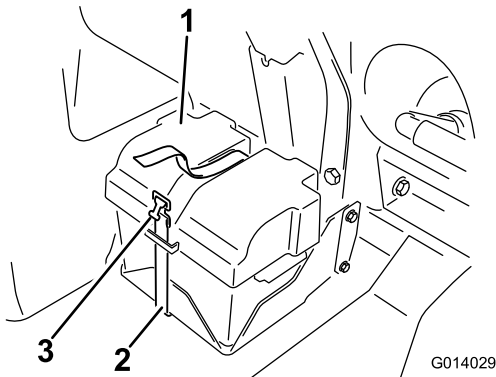
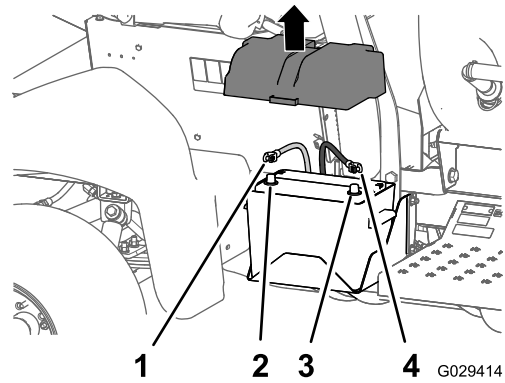

Figura 1
Figura 2
1. Retire la tapa de la batería y desconecte el cable negativo (negro – tierra) del borne de la batería (Figura 1) y (Figura 2).
2. Desconecte el cable positivo (rojo) del borne de la batería (Figura 2).